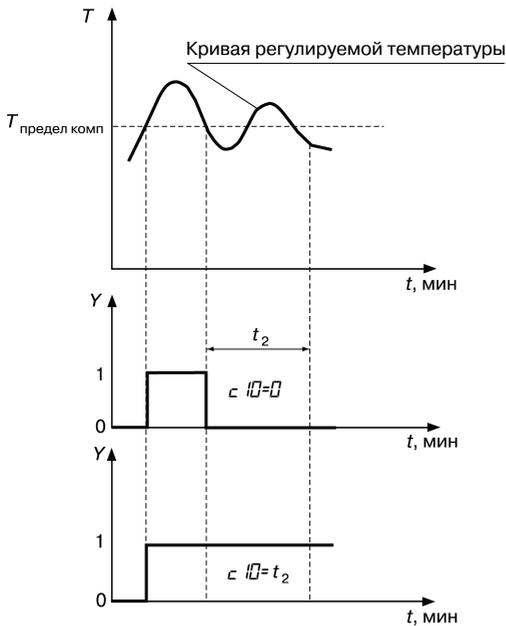

Рисунок 3.20 – Задержка отпущания компаратора: компаратор "не отпустил"
- если время нахождения управляемой величины ниже установленного предела после срабатывания компаратора меньше t_2 (установленного времени задержки отпущения компаратора), то отпущения не происходит (рисунок 3.20);